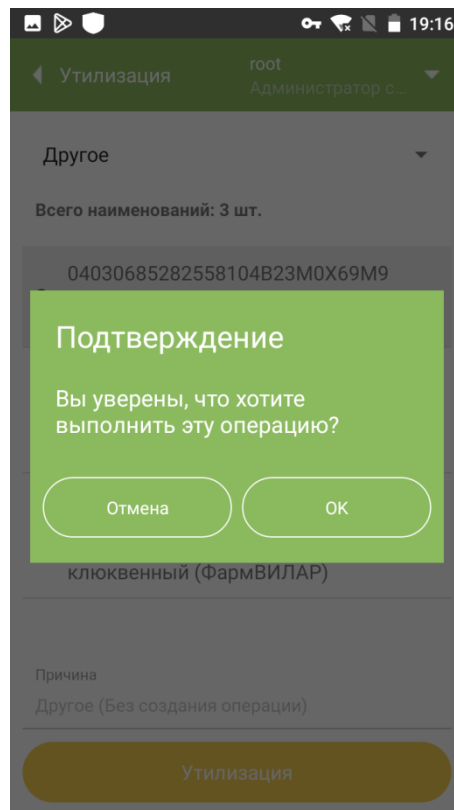

Рисунок 16.5
5. Нажать на кнопку «Утилизировать». Появится сообщение с предложением подтвердить выполнения операции (Рисунок 16.5). Подтвердить, нажав кнопку «ОК». После завершения операции появится сообщение «Выполнено».